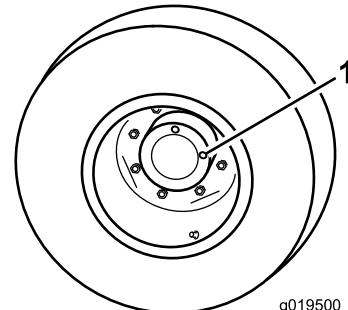

Bild 91
1. Wenn die Maschine auf einer ebenen Fläche steht, positionieren Sie das Rad so, dass eine Prüfschraube auf 12 Uhr und die andere auf 3 Uhr steht (**Bild 91**).
1. Prüf-/Ablassschraube (2)
2. Entfernen Sie die Schraube, die auf 3 Uhr steht (**Bild 91**).